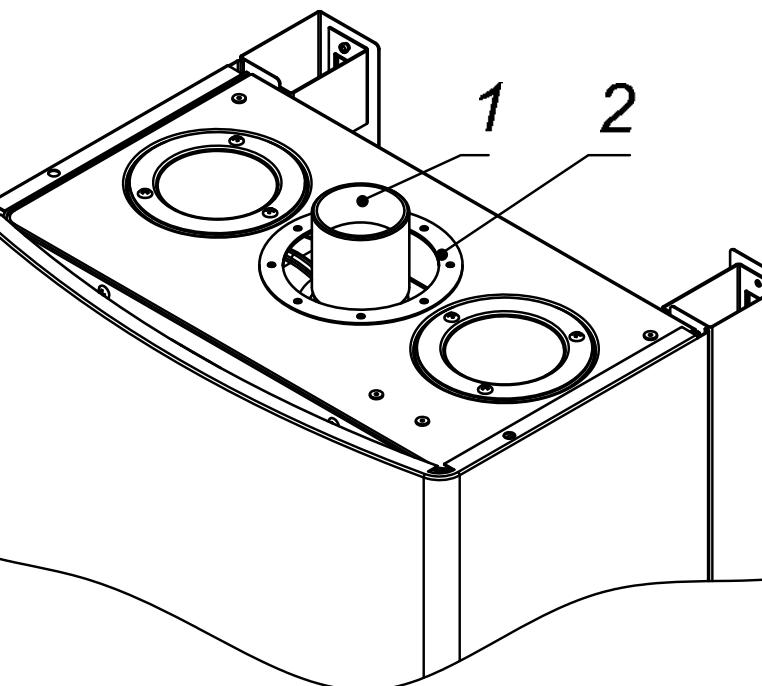

Рис. 6. Установка втулки и прокладки
- 2) установить втулку вентилятора 1 на патрубок вентилятора и прокладку 2 (поставляются в комплекте с котлом) (см. Рис. 6);